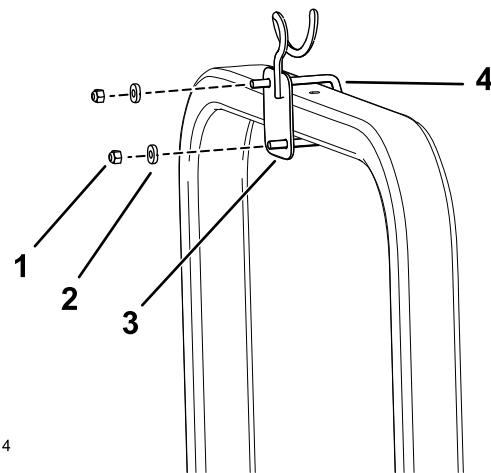

Figure 6
- 3. Fixez le support du guide-câble du système ROPS au moyen de 1 étrier fileté (4 po), 4 entretoises et 2 contre-écrous (3/8 po), comme montré à la Figure 6.
- 4. Fixez le support du guide-câble du système ROPS au moyen de 1 étrier fileté (2 po), 4 entretoises et 2 contre-écrous (3/8 po), comme montré à la Figure 6.